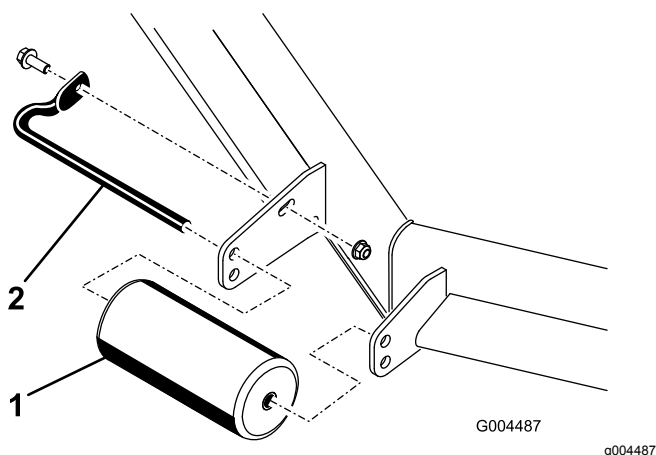

Figure 10
- A. Enlevez la vis et l'écrou qui fixent l'axe de galet au support à l'unité de coupe (Figure 10).